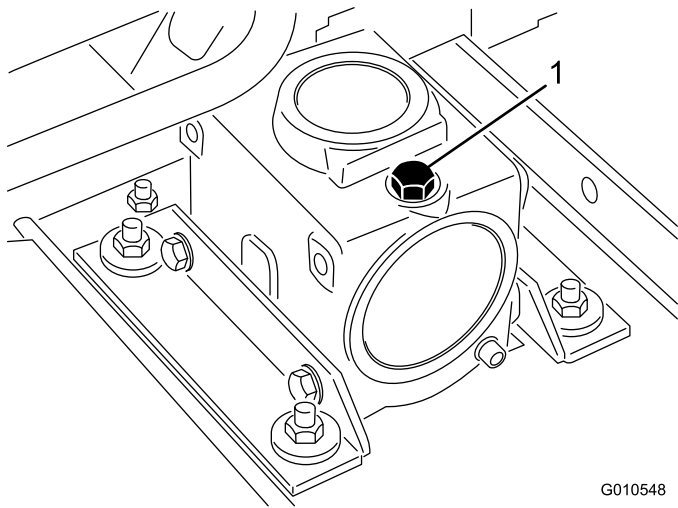

図 16
2. マシンとカッティングユニットを平らな場所に駐車させ、カッティングユニットを降下させる。ギア・ボックスの上部についているディップスティック兼給油プラグ (図 16) を取り、オイルの量が、ディップスティックについている2本のマークの間にあることを確認する。油量が少なければ、SAE 80-90 wt. ギア用潤滑油を 2 本のマークの中間まで補給する。代替品として、SAE 80-90 wt. 合成ギア潤滑油を使用することができます。